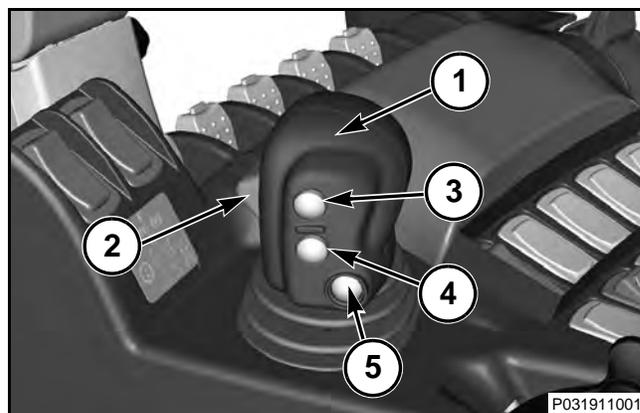

FIG. 26
FIG. 26: La palanca de control de transmisión (1) está equipada con una traba de neutral (2). Presione la traba de neutral (2) para mover la palanca de control de transmisión desde la posición de estacionamiento hasta la posición neutral. Presione la traba de neutral (2) para mover la palanca de control de transmisión desde la posición neutral hasta la posición de avance o retroceso.